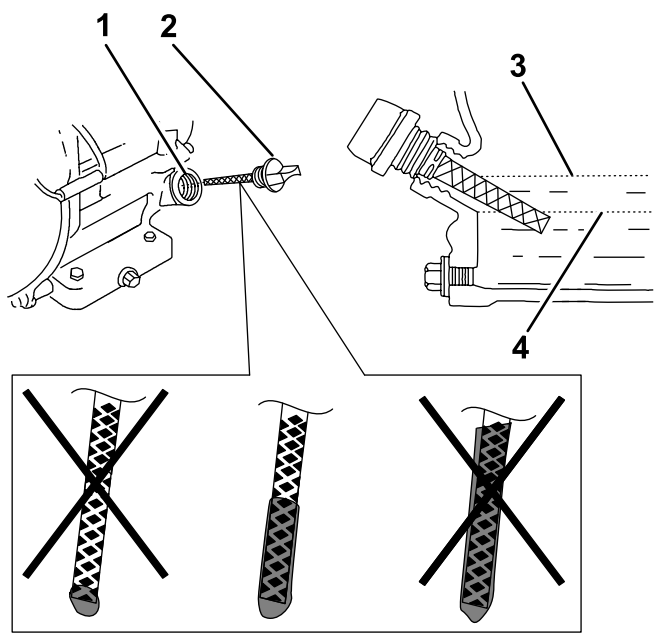

Figura 35
4. Retire la varilla de aceite y limpie el extremo (Figura 35).
5. Deslice la varilla a fondo en el orificio de llenado, sin enroscarlo (Figura 35).
6. Retire la varilla e inspeccione el extremo. Si el nivel de aceite del motor es bajo, vierta lentamente en el orificio de llenado sólo la cantidad de aceite suficiente para que el nivel llegue a la marca Full (lleno) de la varilla (Figura 35).
7. Vuelva a colocar la varilla y apriétela (Figura 35).